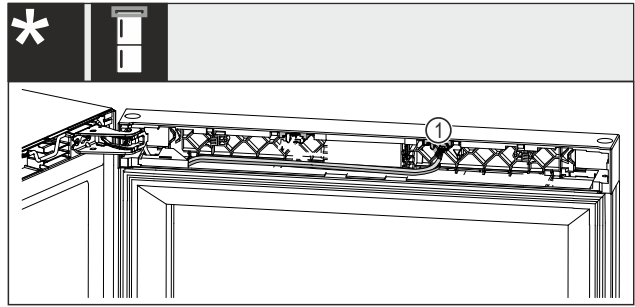

Fig. 24 Wein-Gefrier-Kombinationen*
- ▶ Stecker Fig. 24 (1) aus dem Nest herausziehen.*